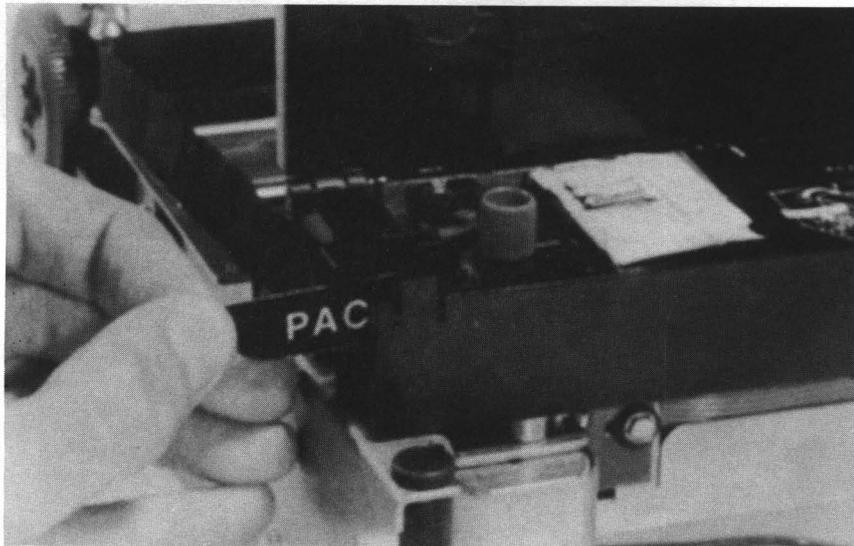

Abb.: 8
- * Den perforierten Pappstreifen mit der Bezeichnung "PACKCART 1" von der Farbbandverpackung abreißen und damit das restliche Farbband in die Verpackung schieben (Abb.: 8).